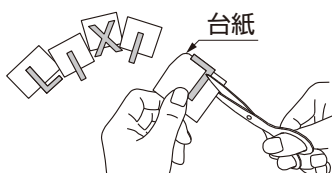

図11-2
②文字を切らないように注意して、台紙をハサミで5分の1程度切り取ってください。(図11-2参照)